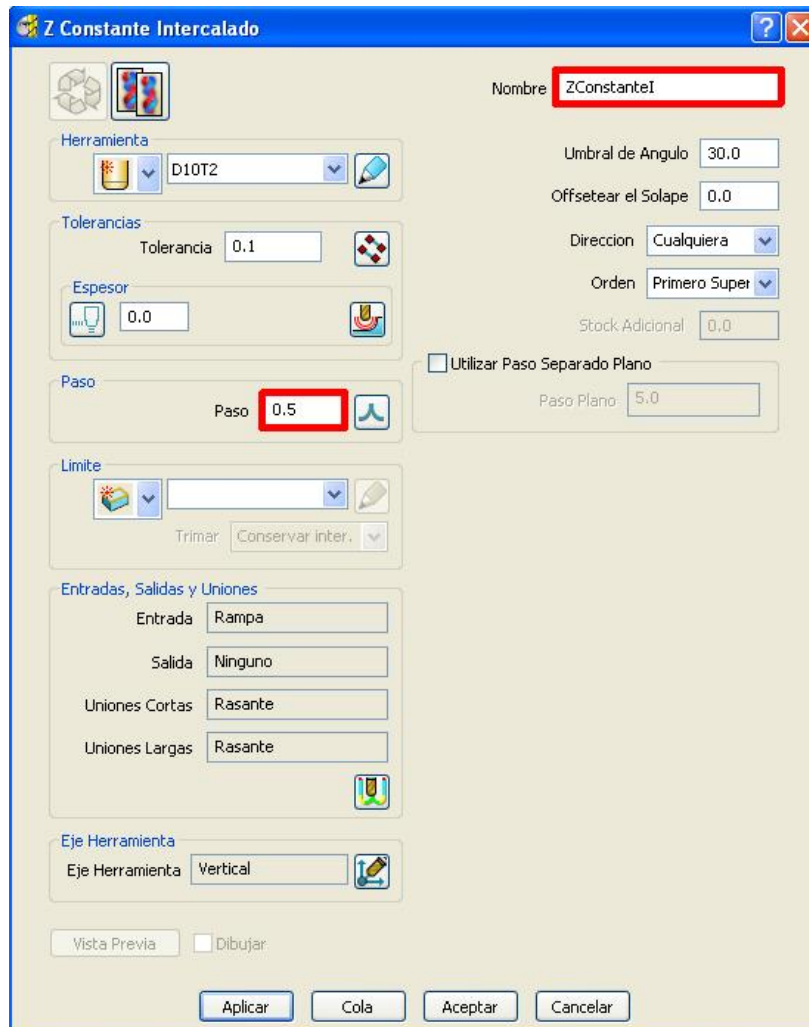

Figura 2.169 Cuadro de diálogo de la trayectoria Z Constante Intercalado.
- Introducir 0.5 en el campo Paso (Figura 2.169).